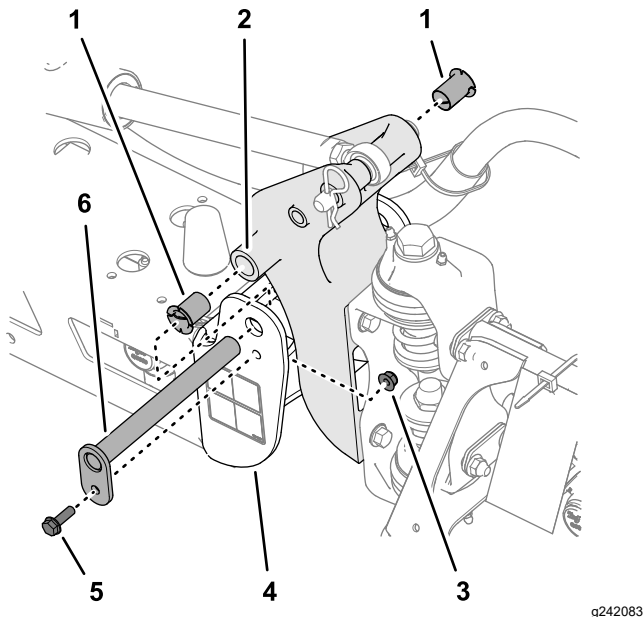

Figure 110
3. Retirez le boulon et l'écrou qui fixent l'axe de pivot puis déposez l'axe (**Figure 110**).
5. Déposez et examinez les bagues en nylon à l'avant et à l'arrière du support de pivot (**Figure 110**).
6. Lubrifiez les bagues en nylon avec un peu d'huile et posez-les dans le support de pivot (**Figure 110**).
7. Alignez les trous du support de pivot et les trous du profilé d'extrémité (**Figure 110**).